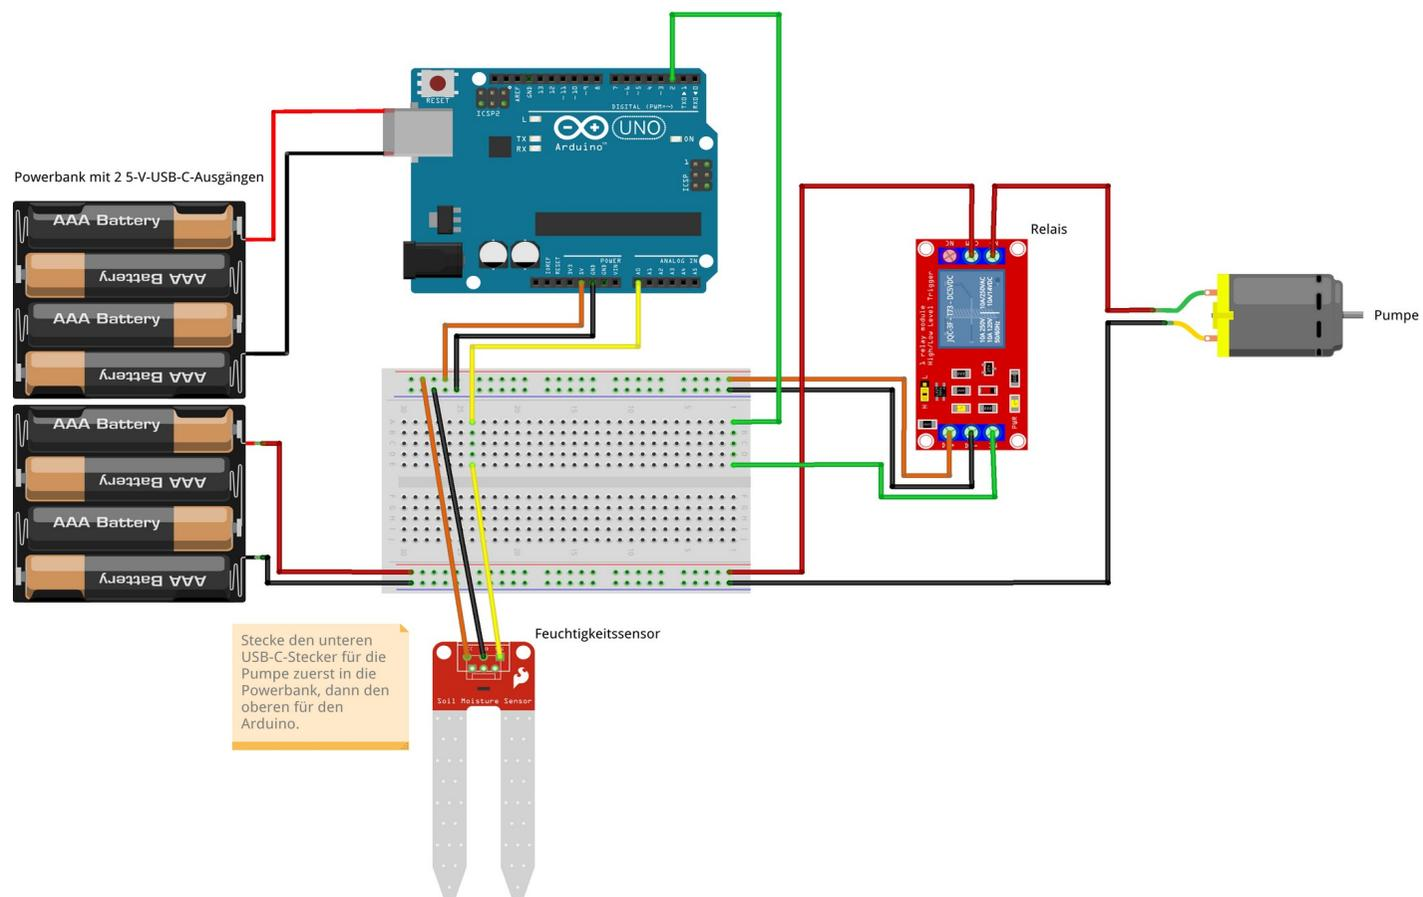

Fig. 5.1: Verdrahtungsplan für SCHLAUBEET – bitte die Orientierung des Arduino und des Breadboards beachten!
- Verbinde den **Feuchtigkeitssensor** elektrisch über das Breadboard mit dem Arduino Uno. Folge dabei der Darstellung in Fig. 5.1 auf S. 11. Hier gilt wieder, dass die Farben der Jumper Wires nicht so wichtig sind.
- Verbinde die **Wasserpumpe** elektrisch über das Breadboard mit dem Arduino. Folge dabei der Darstellung in Fig. 5.1 auf S. 11. Hier gilt wieder, dass die Farben der Jumper Wires nicht so wichtig sind.
2. dem Arduino Uno.Folge dabei der Darstellung in Fig. 5.1 auf S. 11.